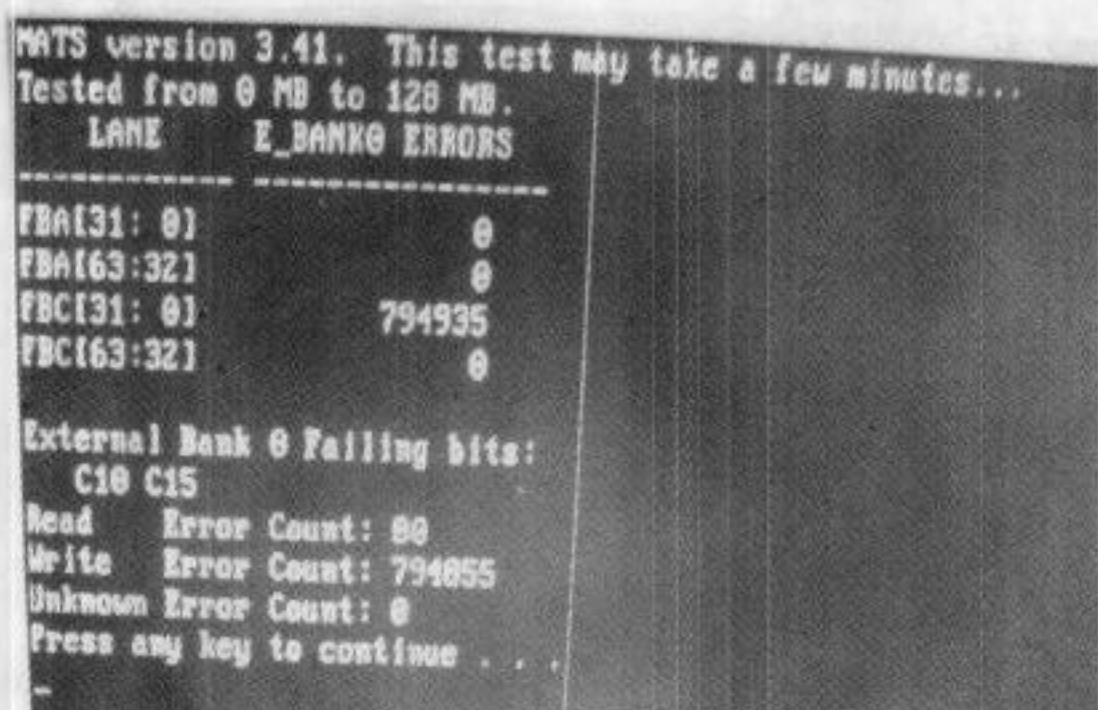

图 5-56 新增 C10 报错
(3) 结果出来了，多了个 C10 数据位出错，如图 5-56 所示。